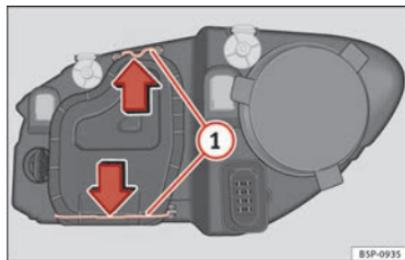

Fig. 184 Feux de croisement.
- Déplacez les tirants ⇒ fig. 184 ① dans le sens de la flèche puis retirez le cache.